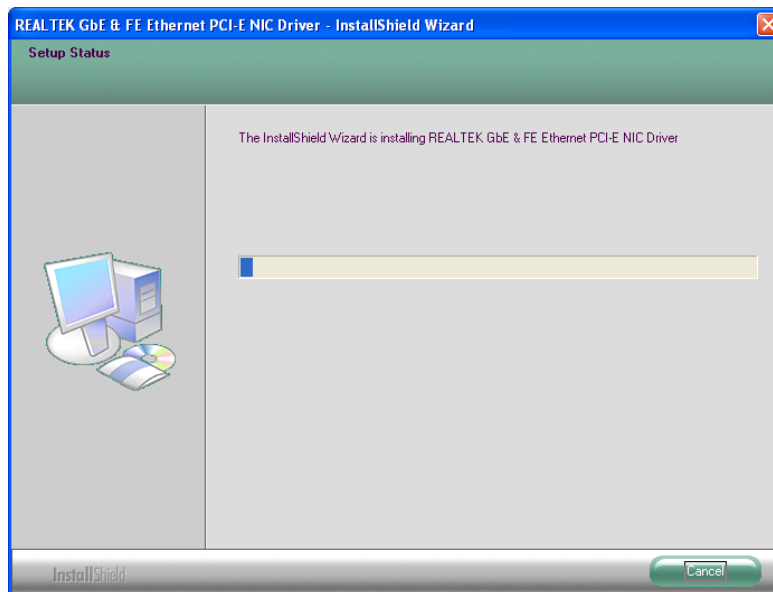

Abbildung 7-22: LAN-Treiber Installationsfortschritt
Schritt 8: Der Installationsfortschritt wird durch den Fortschrittsbalken in **Abbildung 7-22** angezeigt.